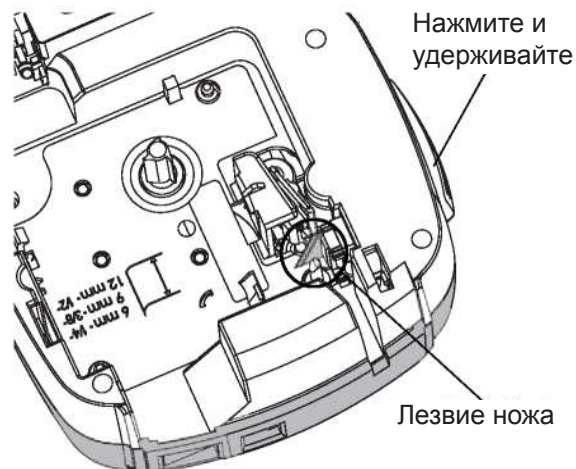

Рисунок 8
- 2 Снимите инструмент для очистки с внутренней стороны крышки ленточного отсека. См. рис. 8.
3 Аккуратно протрите печатающую головку мягкой стороной инструмента. См. рис. 8.